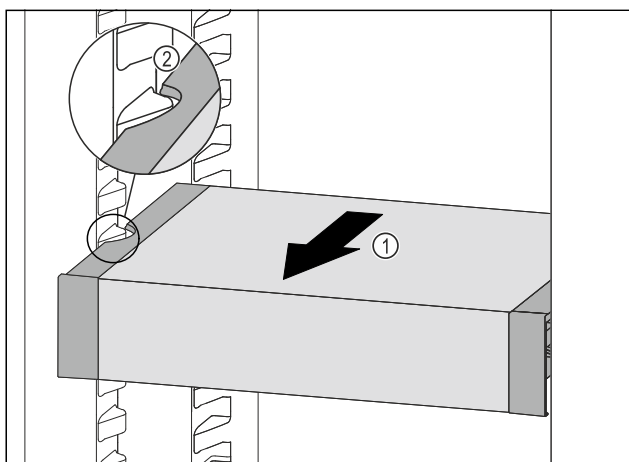

Fig. 108
- VarioSafe nach vorne ziehen Fig. 108 (1), bis sich die seitlichen Aussparungen des VarioSafes auf Höhe der Behälterrippe im Kühlteil befinden. Fig. 108 (2)